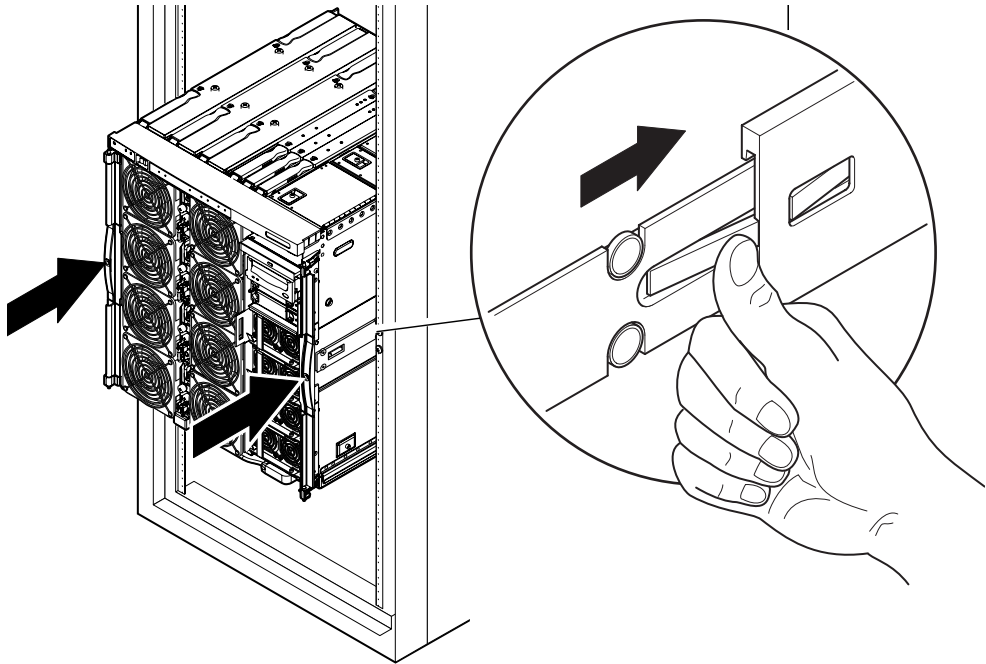

ABBILDUNG 1-11 Hineinschieben des Systems in den Systemschrank
10. Drücken Sie auf jeder Seite auf den grünen Schienen-Freigaberiegel, und schieben Sie das System in den Schrank (ABBILDUNG 1-11).